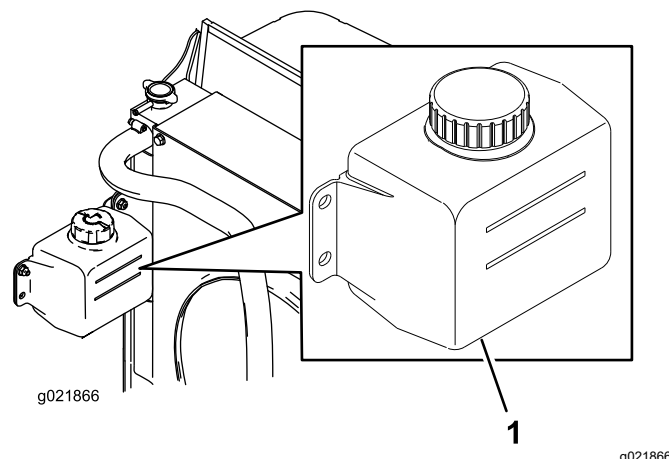

Figure 63
1. Vérifiez le niveau du liquide de refroidissement dans le vase d'expansion (Figure 63).